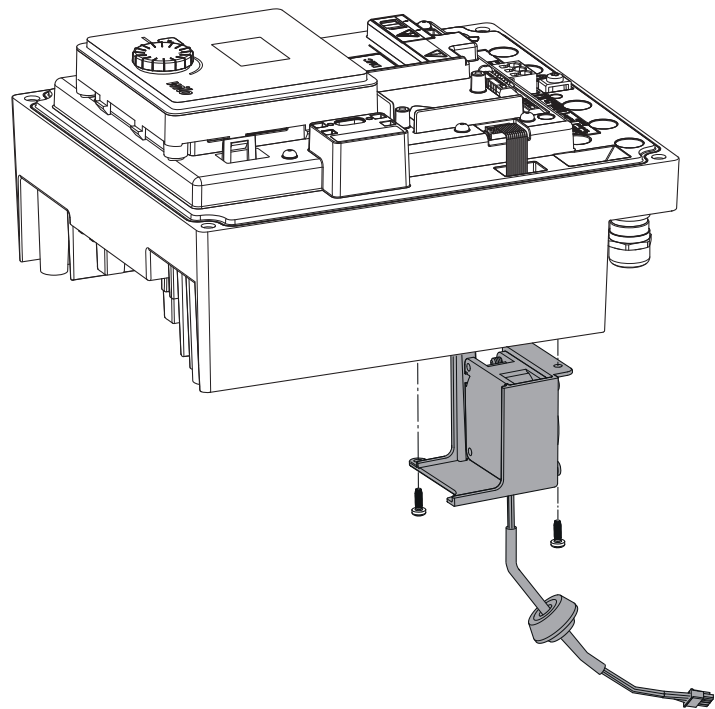

Fig. 45: Modullüfter inkl. Kabel und Gummidichtung abnehmen
- Deckel des Elektronikmoduls öffnen. (Fig. 45).